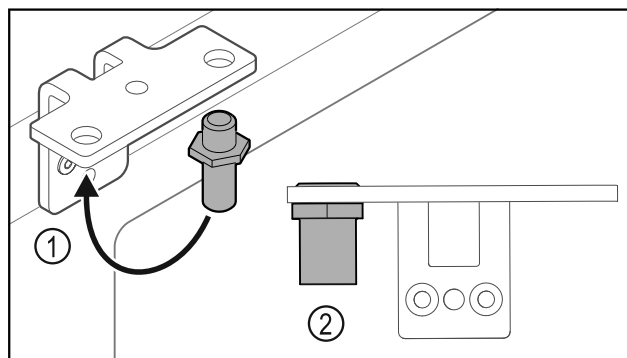

Fig. 32
- ▶ Перемістити палець Fig. 32 (1) у шарнірному кутику.
- ▶ Затягнути палець Fig. 32 (2) з **обертальним моментом 12 Нм.**